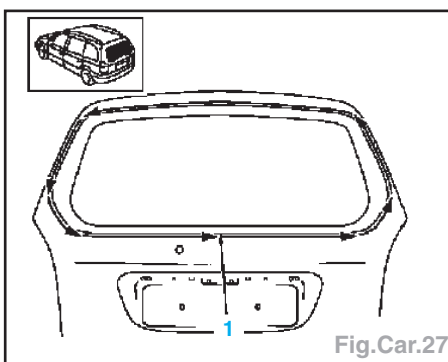

Fig.Car.27
- Introduire le fil à découper avec une pince (de l'intérieur vers l'extérieur) dans la zone (1) (Fig.Car.27).